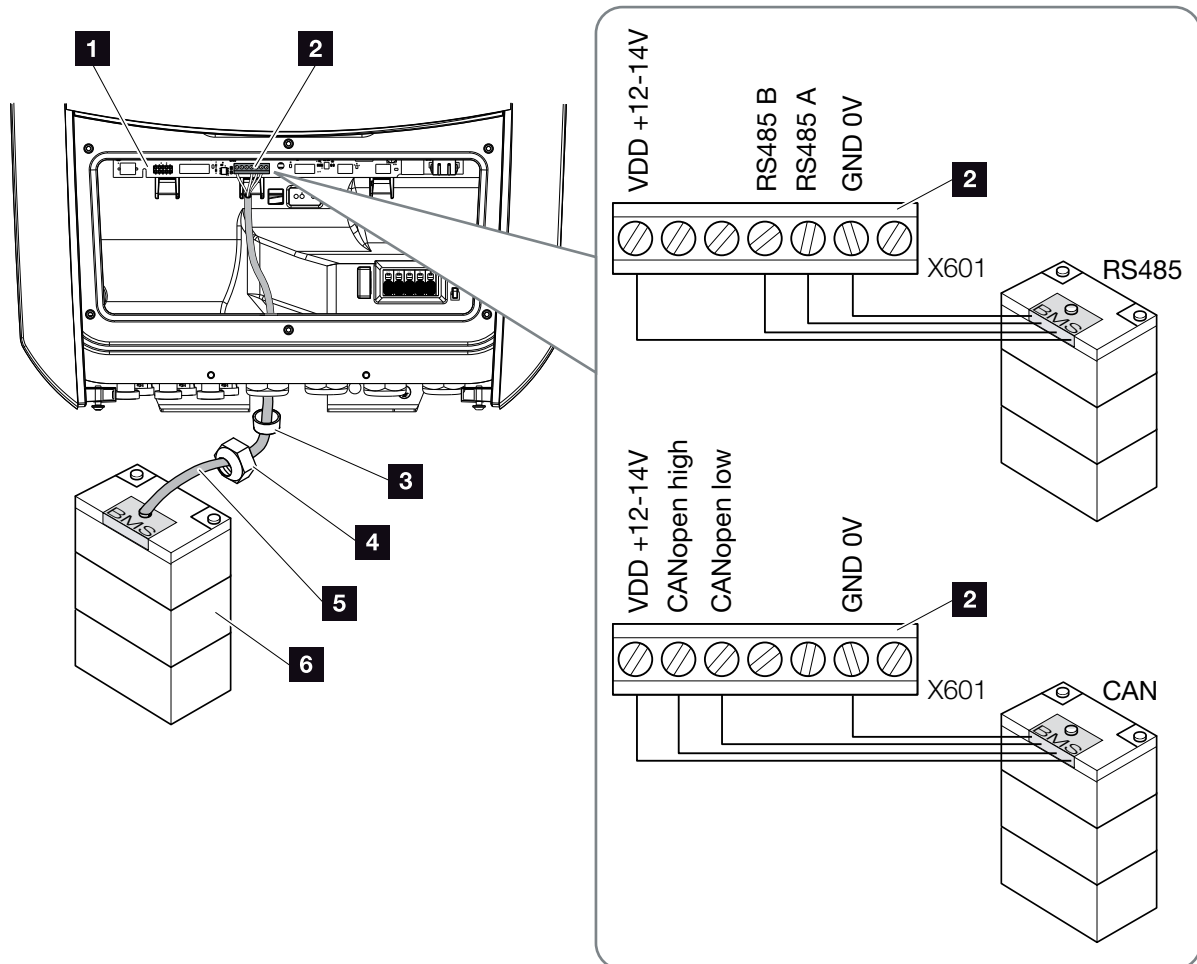

Fig. 36: Conexión de la batería para comunicación RS485 o CAN
3. Conectar el cable de comunicación (RS485 o CAN) a la interfaz de comunicación de la Smart Communication Board.  **Fig. 36 Pos. 2**